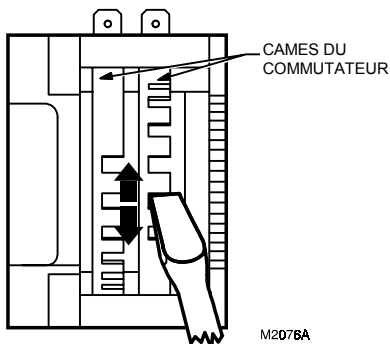

Fig. 14. Réglage des cames du commutateur auxiliaire.
4. A l'aide d'un tournevis, amener la came dans la position appropriée, en tenant compte du sens de rotation de la came (voir Fig. 14). Observer la fermeture du commutateur à l'aide d'un ohmmètre. Lorsque le commutateur est au repos, on doit mesurer 0 Ω sur le contact repos et une résistance infinie sur le contact travail. Lorsque le commutateur est activé, c'est l'inverse.